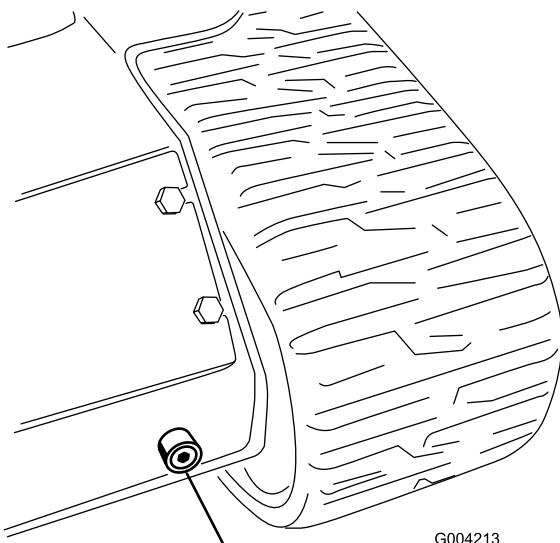

Figura 58
6. Collegare una bacinella di spurgo grande (capacità 56,8 litri) sotto il tappo di spurgo, nella parte anteriore del trattore (Figura 58).
7. Togliere il tappo di spurgo e lasciare defluire l'olio nella bacinella (Figura 58).